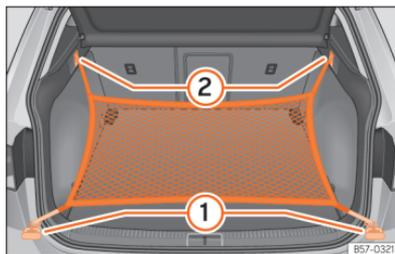

Fig. 178 Na bagageira: argolas ① e ganchos ② para fixar o saco de rede.
- Fixe os ganchos curtos da rede nas argolas de fixação »»» **Fig. 178** ① »»» . O fecho de correr do saco deve ficar voltado para cima.
- Fixe as fitas nos ganchos para prender sacos ②.